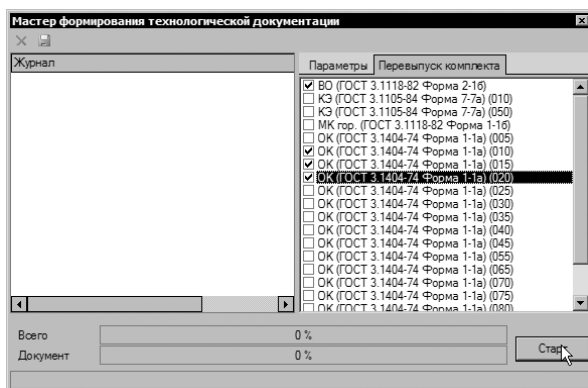

Рисунок 96
15. Перейдите на вкладку **Комплект карт** и нажмите кнопку **Формировать...** В открывшемся окне **Мастера формирования технологической документации** установите галочки напротив документов, требующих перевыпуска. В нашем случае это *ОК (ГОСТ 3.1404-86 форма 3-2а)* для операций 010, 015 и 020 (рис. 96) и нажмите кнопку **Старт**.